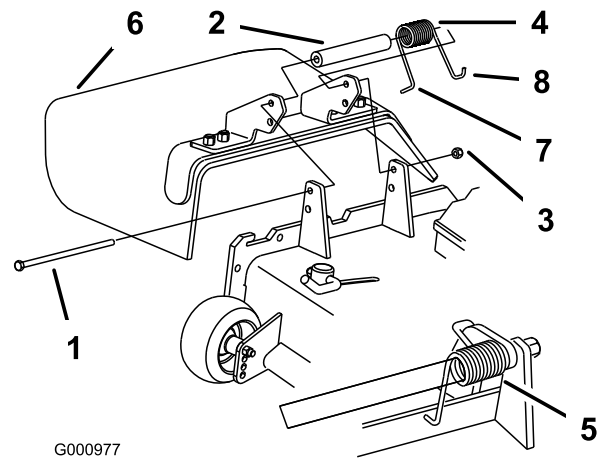

Bild 36
1. Entfernen Sie die Sicherungsmutter, Schraube, Feder und das Distanzstück, mit denen das Ablenkblech an den Drehhalterungen befestigt ist (Bild 36). Entfernen Sie defekte oder abgenutzte Ablenkbleche.
Hinweis: Stellen Sie sicher, dass sich das L-Ende der Feder hinter der Mähwerkkannte befindet, bevor Sie die Schraube einführen, siehe Bild 36.
3. Setzen Sie die Schraube und Mutter ein. Führen Sie das J-förmige Hakenende der Feder um das Ablenkblech (Bild 36).